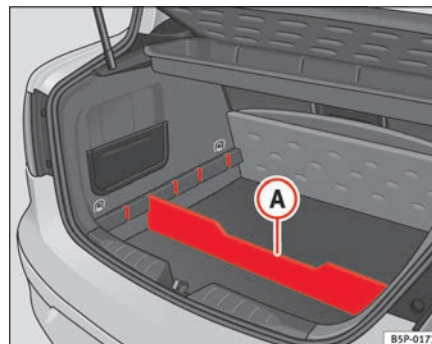

Abb. 106 Trennelement des Gepäckraumbodens ▶
- Das Trennelement **(A)** ⇒ Seite 145, Abb. 106 je nach Größe der zu transportierenden Gegenstände in die seitlichen Schlitzlöcher einsetzen. Unter dem Fach befinden sich das Bordwerkzeug und das Ersatzrad.